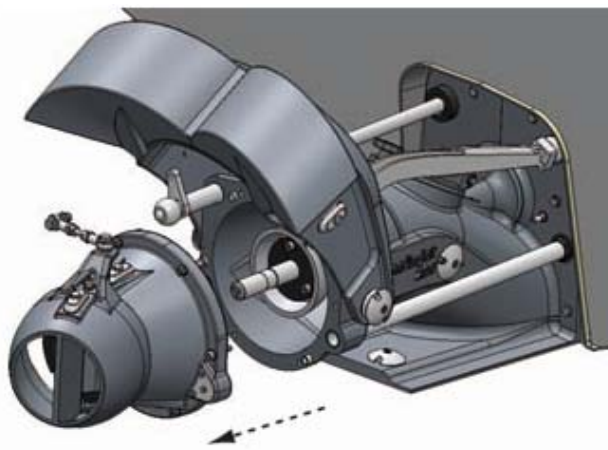

Figura 26. Smontaggio statore ed ugello
3. Rimuovere statore ed ugello insieme (figura 26)